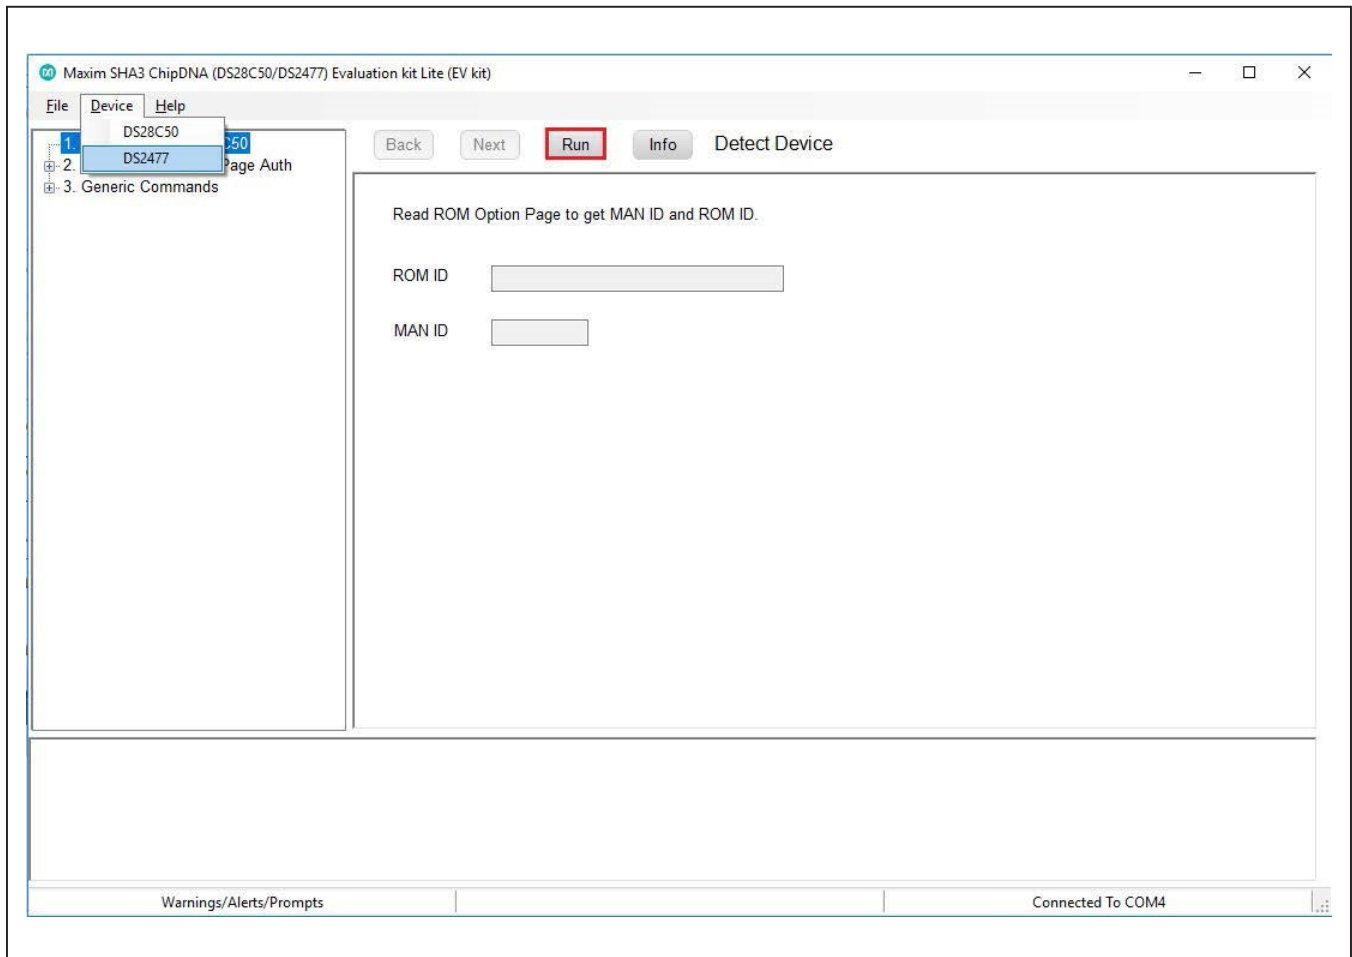

Figure 10. DS28C50 EV Kit Main Program Screen. Choose a Device from the Device Pulldown Menu.
- 8) Choose the DS28C50 or DS2477 under the **Device** tab, shown in Figure 10 and click **Run** to complete the detection process.